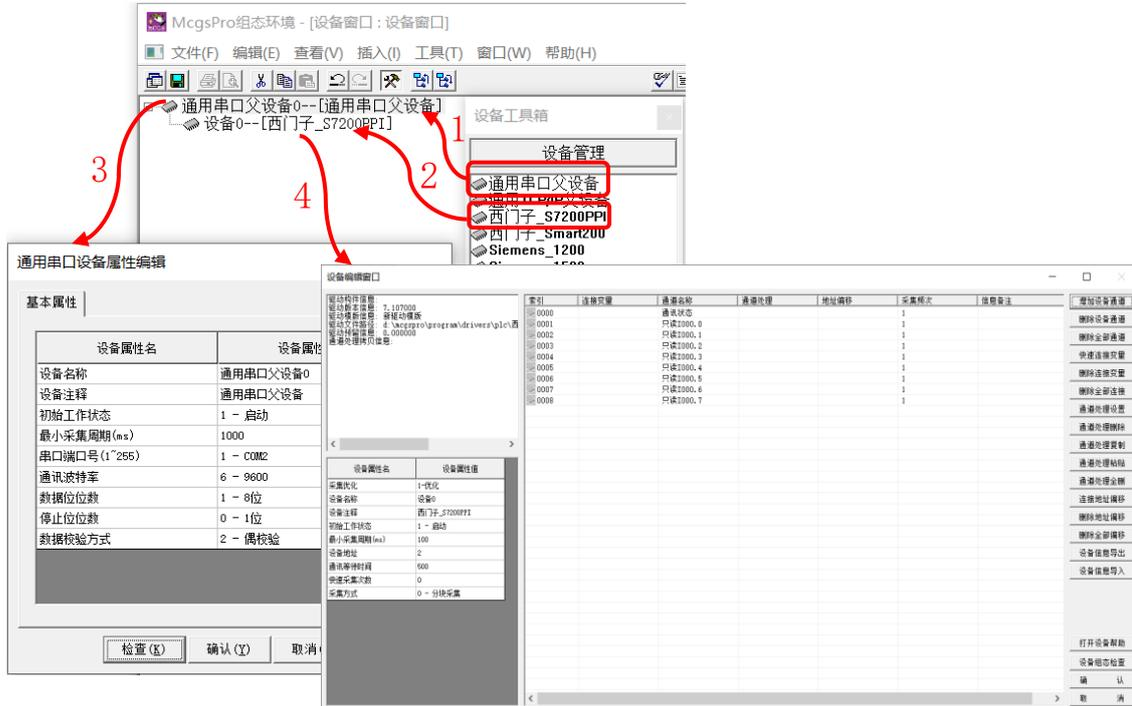

图 1.4-10 打开父设备属性编辑窗口及子设备编辑窗口
- McgsPro 组态软件中把设备分成两个层次：父设备和子设备。父设备可以看作硬件接口。子设备放在父设备下，用于与该父设备对应的接口所连接的设备进行通讯。在设备组态画面双击父设备或子设备可以设置通讯参数。如图 1.4-10 所示。